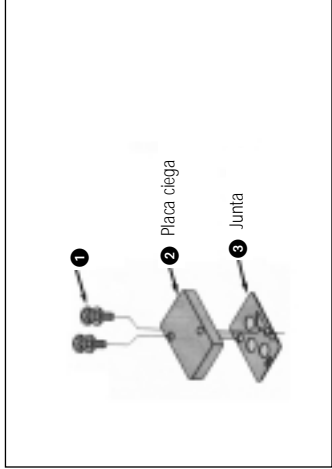

Figura 11
Instalación de la placa ciega (Figura 11)
- Coloque la junta **3** de la placa ciega **3** (Figura 11).
- Instale la placa ciega **2** (Figura 11).
- Coloque los tornillos **4** (Figura 11) de sujeción de la placa ciega.